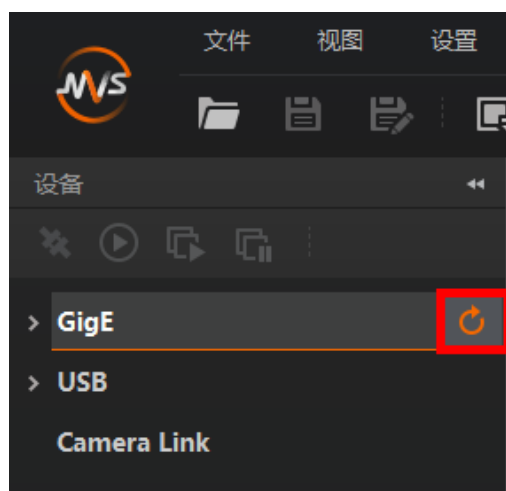

图2-7 刷新设备列表
2. 设备列表会自动显示当前枚举到的设备。也可通过点击 GigE 接口处的刷新按钮 ，对设备列表中显示的设备进行手动刷新，如图 2-7 所示。